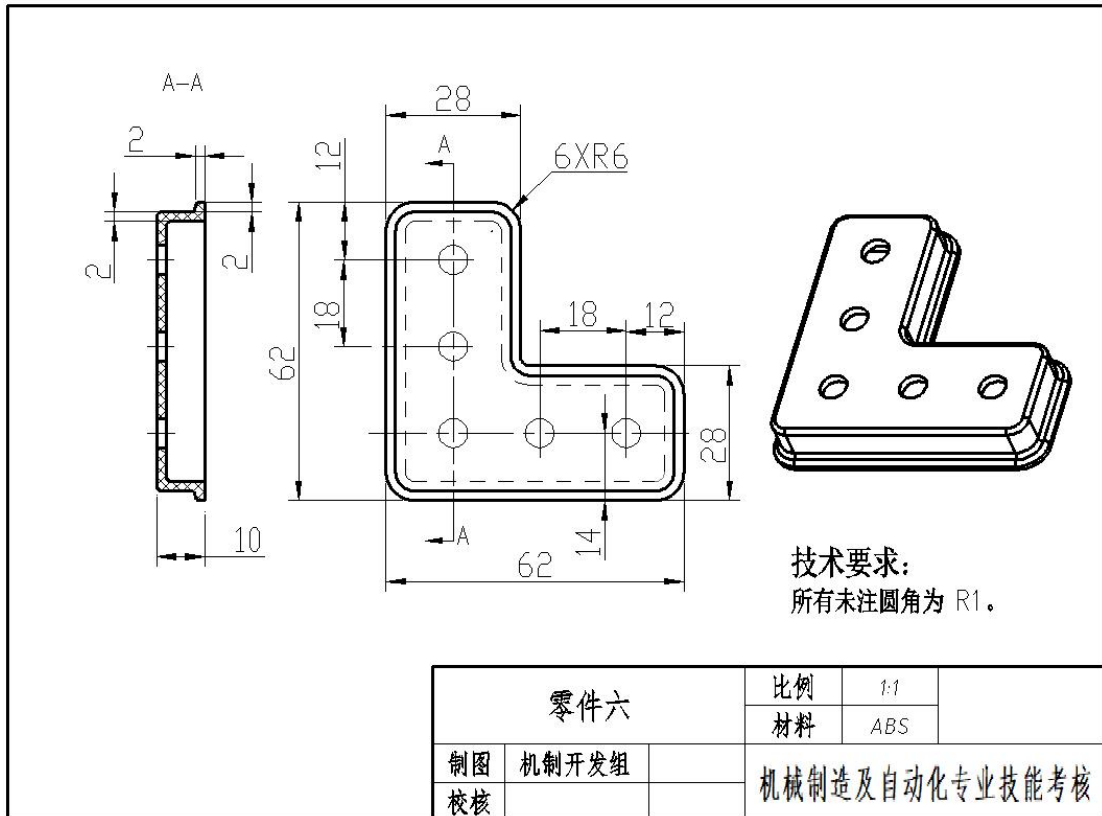

图3-1-6 零件六
某企业需要生产如图3-1-6的零件，要求该企业机械制造工程技术人员、质量管理工程技术人员、机械设计工程技术人员在电脑上用Pro/ENGINEER、UG NX、SolidWorks等三维软件完成该零件的三维模型及工程图绘制，最终结构要素的形状、尺寸要求等以图纸标注为准。生产过程中按“6S”规范文明生产。
3) 根据图3-1-6所示尺寸完成零件六的三维建模及工程图绘制；